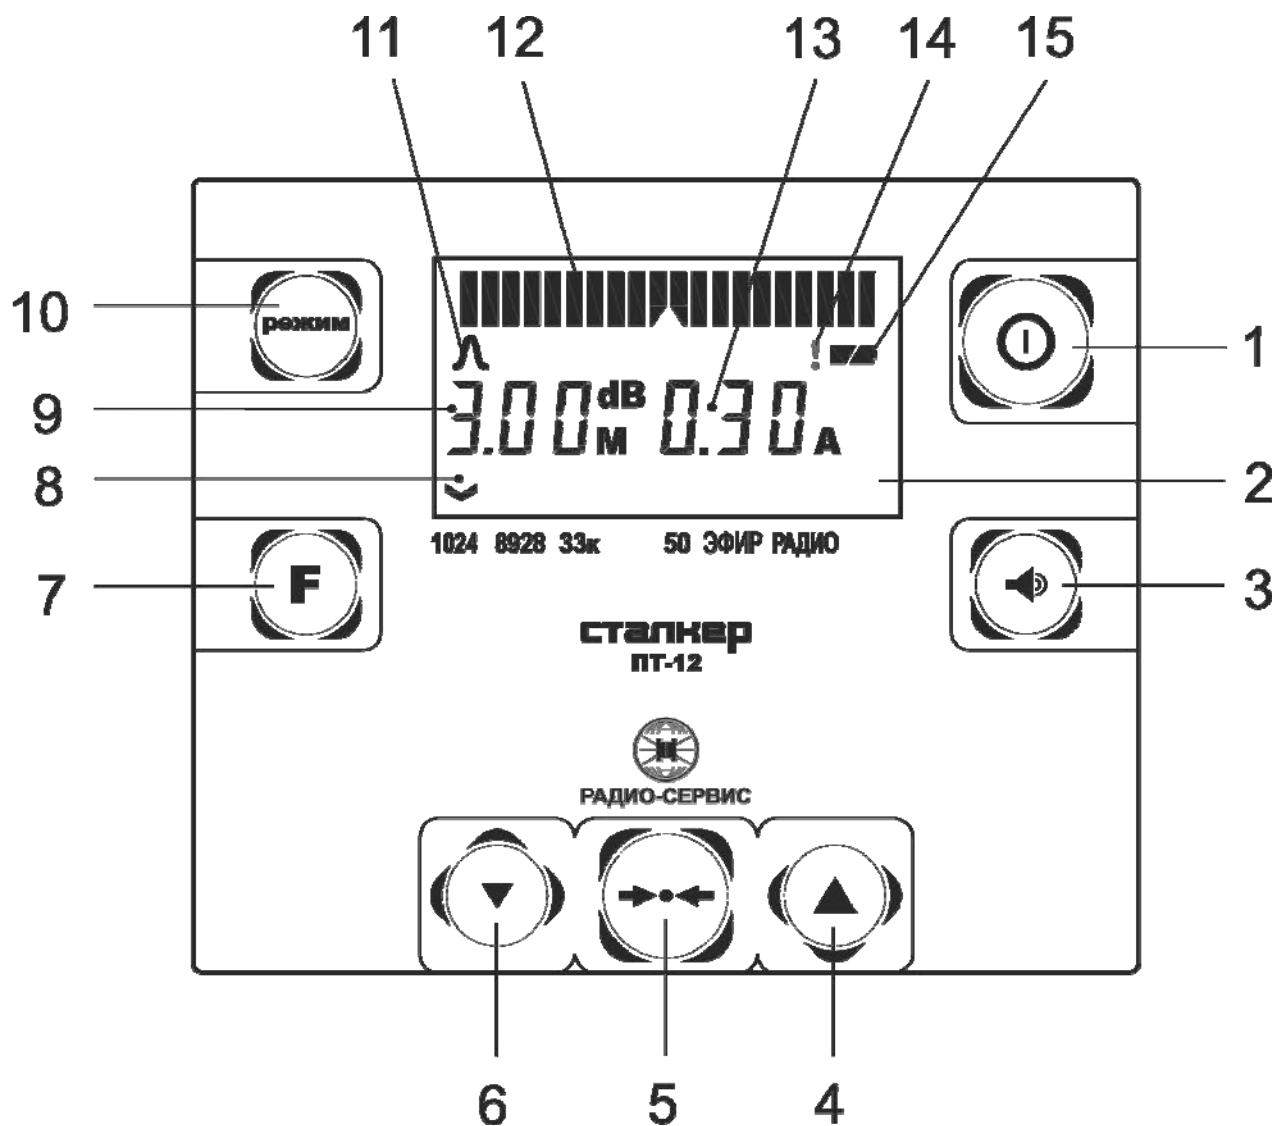

Рисунок 1.4.2 – Передняя панель приёмника
2.2.1 Включение и выключение приемника осуществляется нажатиями кнопки « $\textcircled{1}$ » (см. рисунок 1.4.2, поз. 1). После включения на индикаторе в течение 2 секунд
Далее во время работы приемника уровень напряжения питания отображается в виде символа «Батарея» (см. рисунок 1.4.2, поз. 15): «полная батарея» – аккумулятор полностью заряжен, «половина батареи» – аккумулятор частично разряжен. При снижении напряжения питания ниже 5,8 В, символ батареи начинает мигать.
Процесс заряда аккумулятора отображается заполнением шкалы уровня сигнала (см. рисунок 1.4.2, поз. 12) на индикаторе. По завершению зарядки шкала горит постоянно.
Находясь над осью трассы следует нажать кнопку « $\rightarrow \bullet \leftarrow$ », при этом на линейной шкале отобразится 15 ± 1 деление. Затем однократно нажмите на кнопку увеличения усиления (поз. 4 рис.1.4.2), чем будет увеличено усиление приемника на